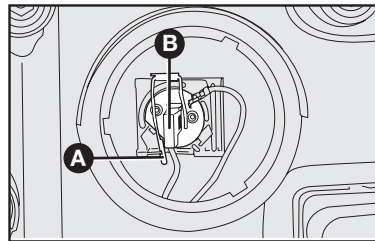

fig. 34
- 2) soltar el conector **B-fig. 34**;
3) apretar hacia abajo el elemento de fijación **A-fig. 34**, abriéndolo lateralmente;
5) posicionar la nueva lámpara en su alojamiento, reenganchar el elemento de fijación **A-fig. 34** y recolocar el conector **B-fig. 34**;